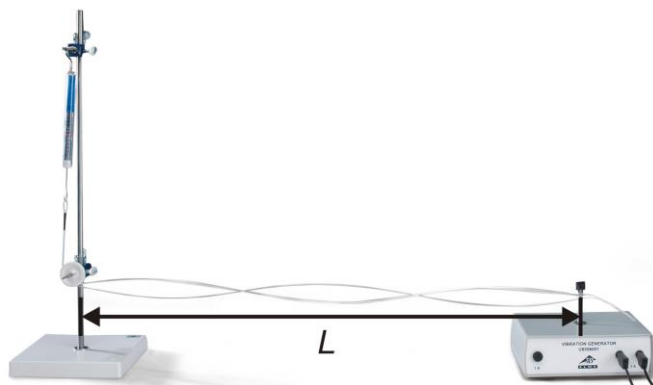

Fig. 4b: Illustration der (effektiven) Länge L des eingespannten Seils.
- Den Abstand zwischen Stativ mit Umlenkvorrichtung und Vibrationsgenerator so wählen, dass die (effektive) Länge L des Seils (Fig. 4b) ca. 90 cm beträgt. Das Seil mit Hilfe des Kraftmessers spannen ($F \approx 0,6 \text{ N}$) und mit Hilfe der Rändelschraube am Steckerstift des Schwingungserregers nur noch leicht fixieren.